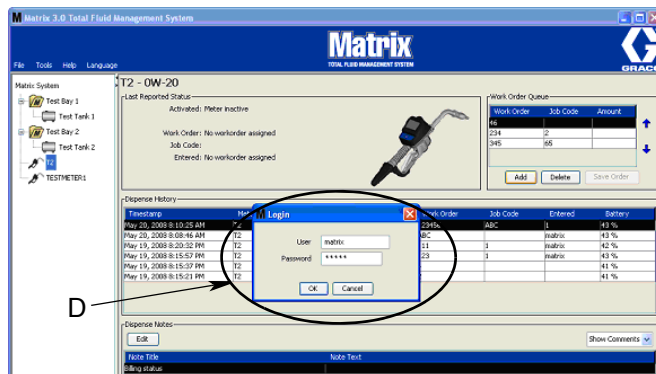

Рис. 187
3. В диалоговом окне (D) (Рис. 187) укажите имя пользователя и пароль. Нажмите кнопку «OK» [OK].